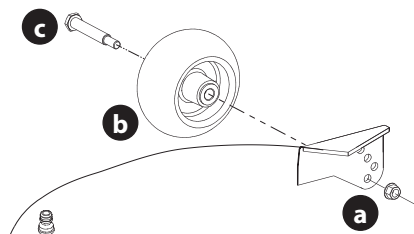

Figure 10
6. Retirez l'écrou de blocage (a) la roulette de terrage (b) et la vis à épaulement (c) du plateau (Figure 10).